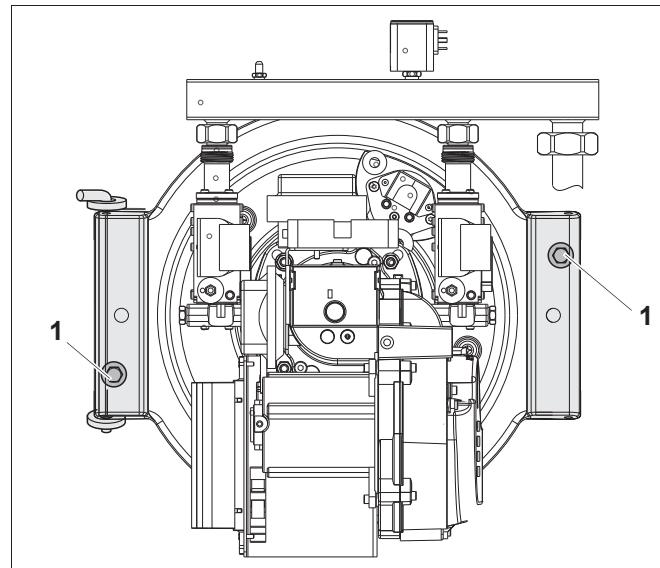

Рис. 16 Подтяжка болтов на дверце горелки
- Подтяните крепежные болты дверцы горелки (рис. 16, поз. 1) в теплом состоянии с моментом 10–15 Нм.